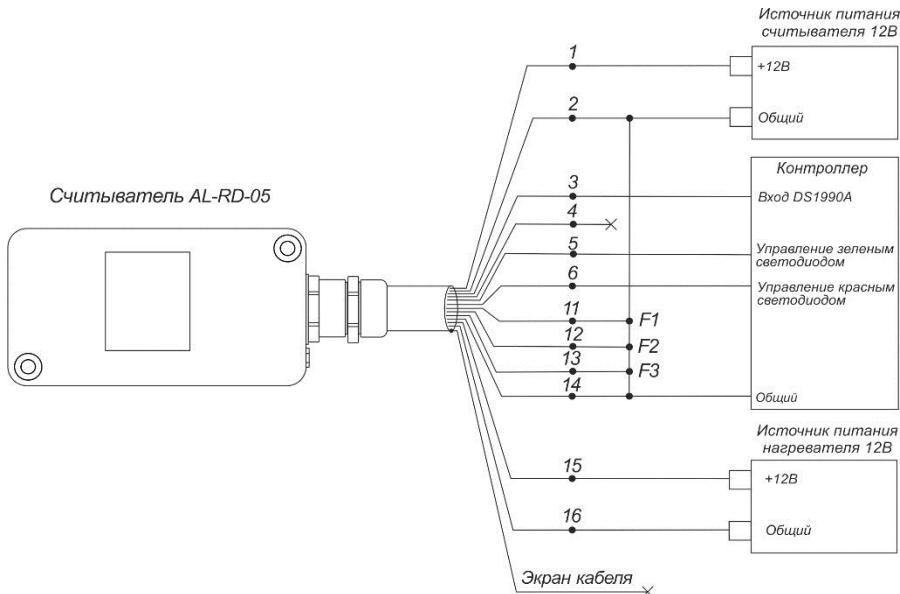

Рисунок 4 - Схема подключения считывателя в режиме DS1990A
3.1 Подключить считыватель к контроллеру СКУД в соответствии со схемой включения (рисунок 4 или 5).